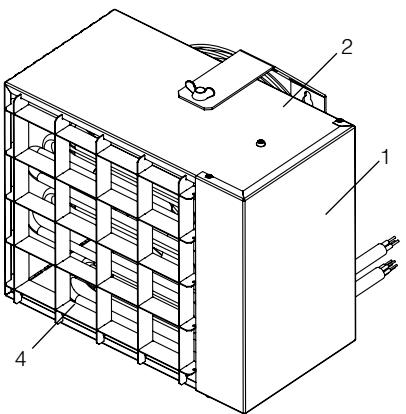

Рис. 1 - Состав прибора
Несущая конструкция тепловентилятора (Рис.1) состоит из корпуса (2) крышки (1). На лицевой части расположена решётка (4). Прибор крепится на стену при помощи кронштейна настенного (5) и имеет возможность поворота. Угол поворота фиксируется винтами-барашками (3). Управление прибором производится при помощи пульта (7). Вентилятор (6) затягивает воздух через отверстия воздухозаборной решётки. Воздушный поток, втянутый вентилятором в корпус, проходя между пет-